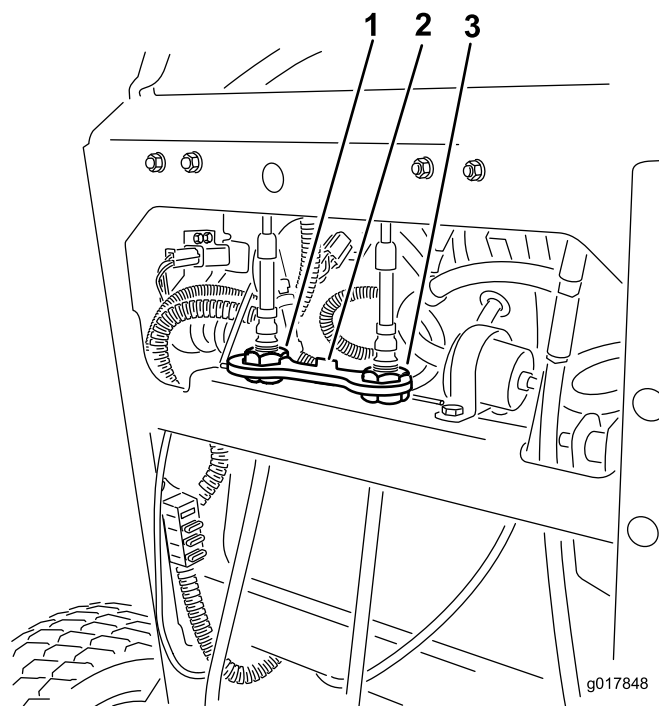

Figure 57
4. Tournez le dispositif de réglage du câble droit pour placer la commande de déplacement droite au centre de la fente de verrouillage au point mort du panneau de commande (Figure 57).